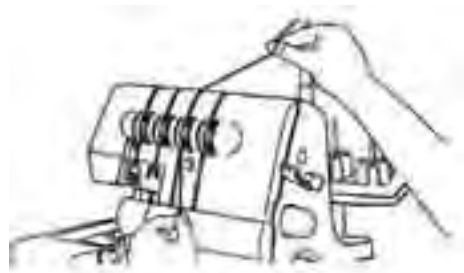

Abb.17
4. Halten Sie den Faden mit den Fingern fest, führen Sie ihn zwischen den Scheiben des Fadenspannungswählers 16 hindurch und ziehen Sie ihn dann nach unten (3) (Abb. 17).